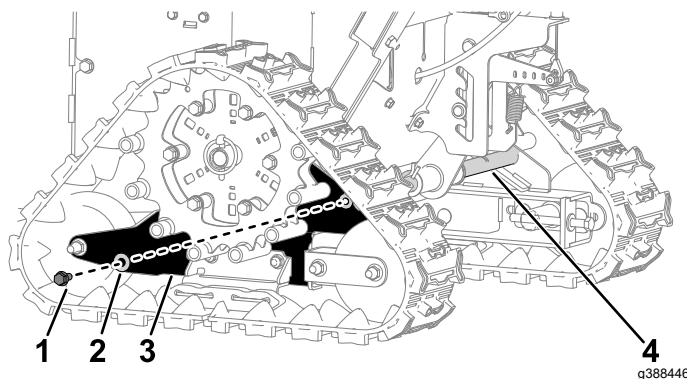

Figura 1
2. Dal lato sinistro della macchina, rimuovete e gettate la vite ($5/16"$ x $3/4"$) e la rondella piana ($3/8"$ x $7/8"$) che fissano il supporto del cingolo alla barra girevole (Figura 1). Ripetete l'operazione sul lato destro.